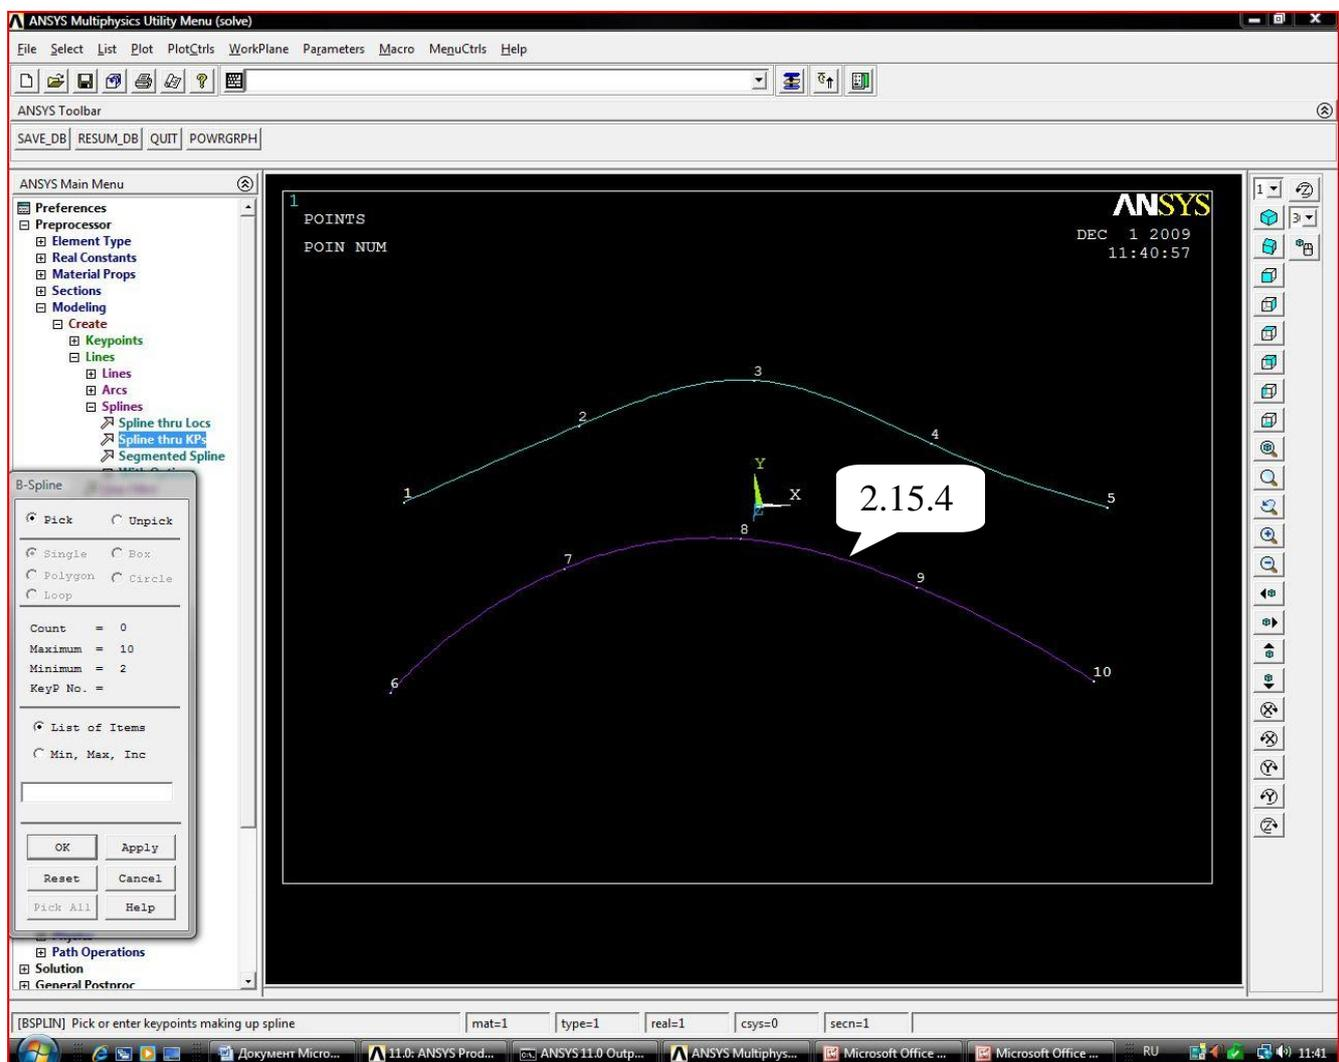

Рисунок 1.11 – Второе сечение
2.15.4 Создать сплайн по точкам (рисунок 1.11).